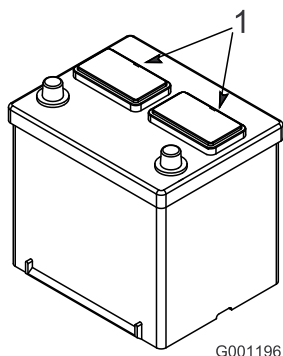

図 3
2. バッテリーの上部をきれいに拭い、キャップを取り外す (図 3)。